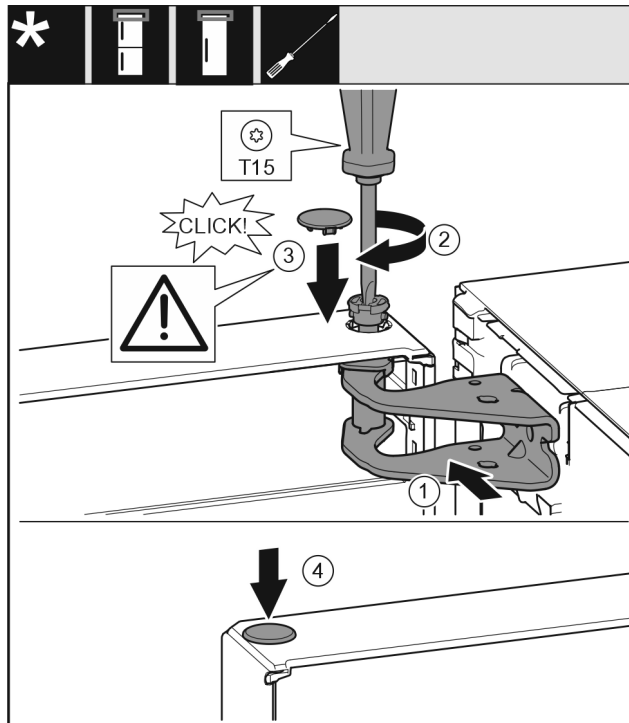

Fig. 15
- ▶ Dveře nahoře vyrovnejte s otvorem ve stojanu ložiska. Fig. 15 (1)
- ▶ Vložte čep a pevně jej utáhněte šroubovákem T15. Fig. 15 (2)
- ▶ K zajištění dveří namontujte bezpečnostní kryt: Bezpečnostní kryt nasadte a zkontrolujte, zda přiléhá na dveře. V opačném případě čep zcela zasuňte. Fig. 15 (3)
► Vložte zátku. Fig. 15 (4)